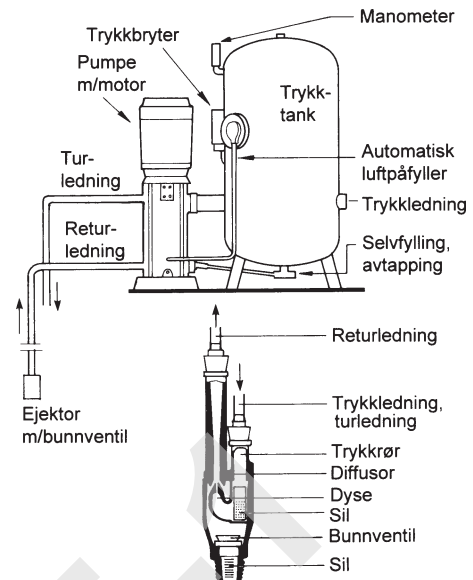

Fig. 342
- 341 *Funksjon.* Ejektoren plasseres neddykket i vannkilden. Fra en hovedpumpe føres tur- og returledninger ned til ejektoren der vannet fra turledningen presses gjennom en dyse slik at hastigheten øker. Det oppstår et undertrykk rundt vannstrålen. Vannet som står på sugesiden av ejektoren, rives da med og fraktes via returledningen opp til overflaten og inn på hovedpumpens sugeside, se fig. 342. Figur 322 b viser ejektor innebygd i sentrifugalpumpe.